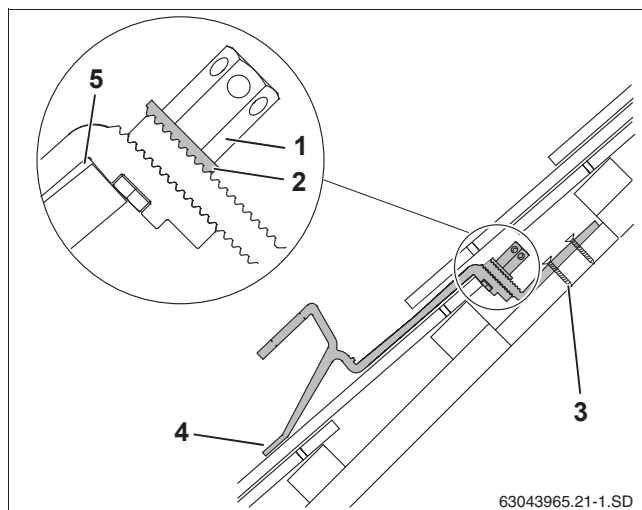

Рис. 19 Установленный кровельный крюк - разрез с обрезанной нижней частью
- ▶ Установите переднюю подпорку на черепицу таким образом, чтобы она при нагрузке прилегла к ней (рис. 19, [4]).
При этом должен быть зазор между кровельным крюком и верхним краем черепицы (рис. 19, [5]). При необходимости подгоните черепицу сверху.
Зубчатая подкладная шайба (рис. 19, [2]) должна войти в зацепление с нижней частью кровельного крюка.
- ▶ Затяните высокие гайки (рис. 19, [1]). Для этого вставьте ключ SW 5 в отверстие гайки и поверните его.
- ▶ Нижнюю часть кровельного крюка прикрепить к стропилам или доскам/брусу минимум в первом (рис. 19, [3]) и втором отверстии соответствующими шурупами.